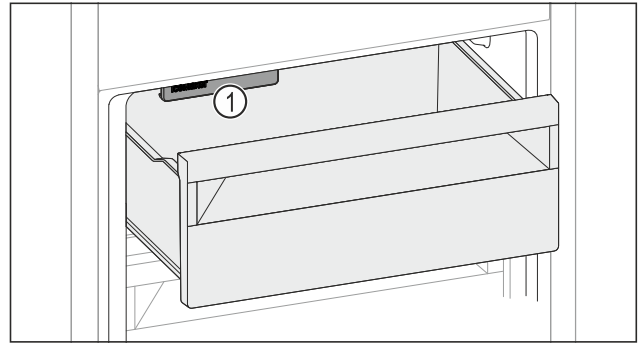

Fig. 130
- IceMaker Fig. 130 (1) berücksichtigen.